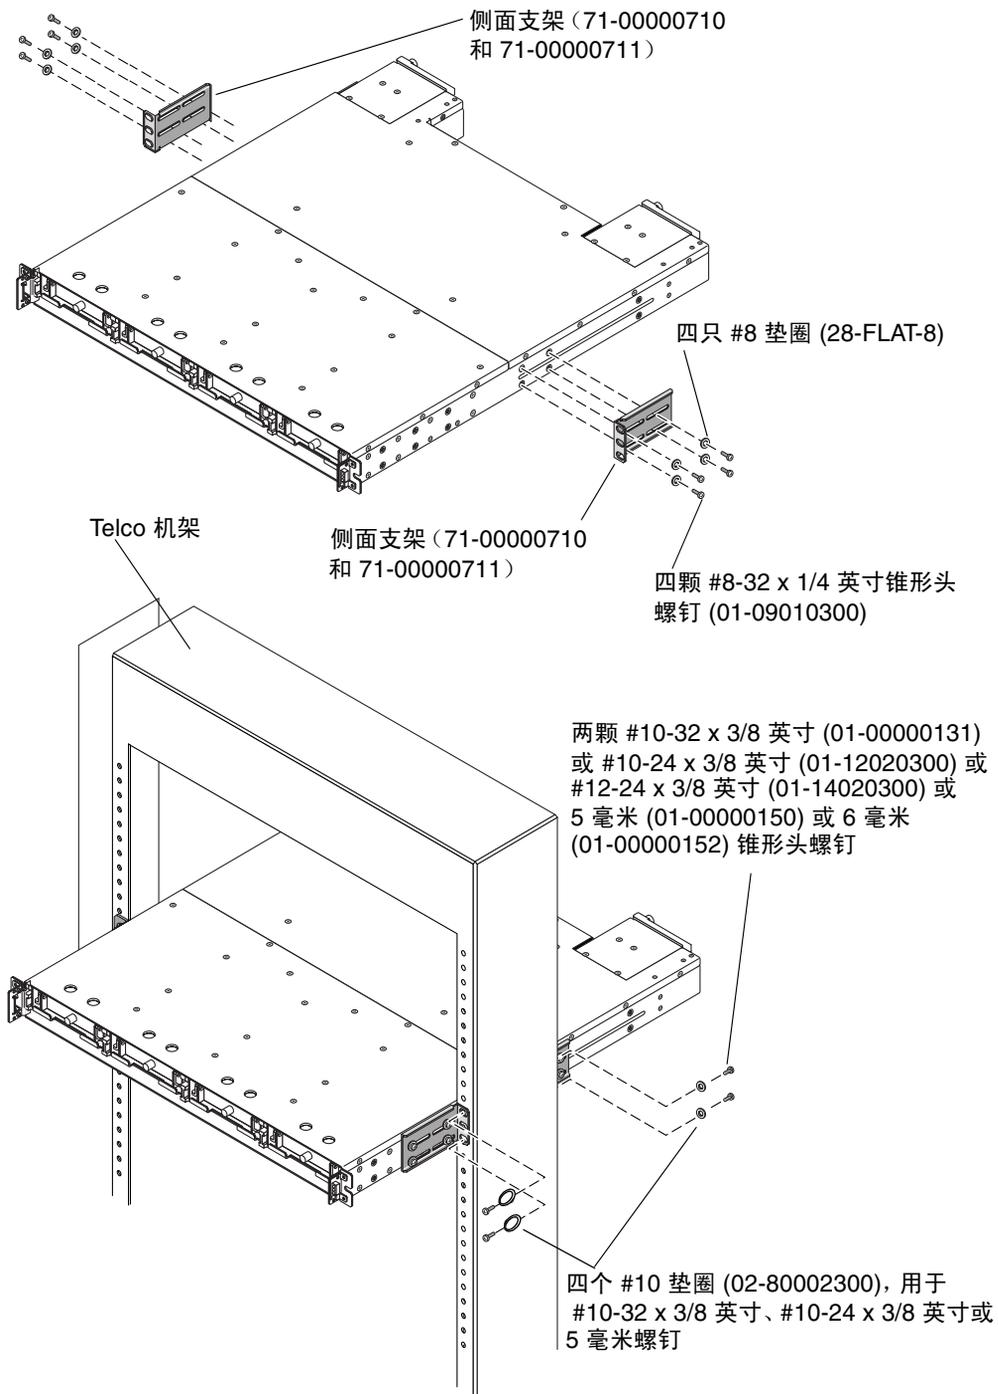

图 3-3 重心安装
执行下列安装步骤以进行 Telco 重心机架配置 (请参见图 3-3):
5. 将机箱连接到 Telco 机架，方法是将八个或更多的螺钉插入位于支架两侧的安装孔，进而插入框架。（请参见图 3-3。）